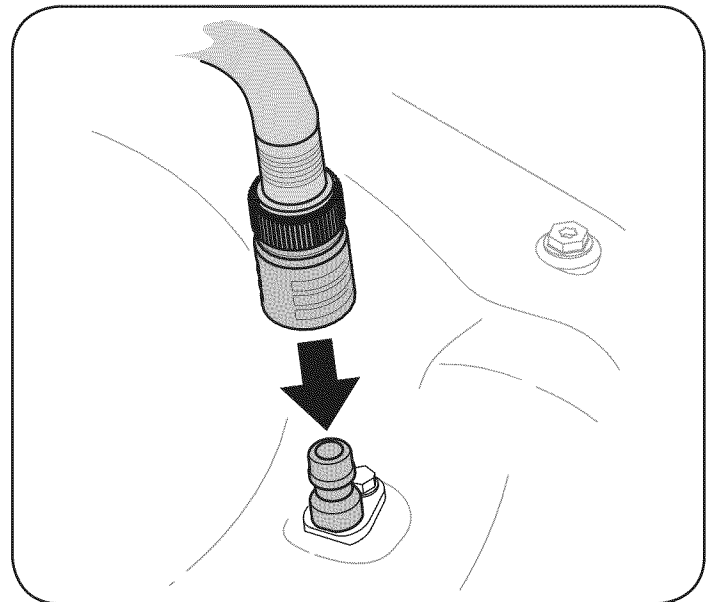

Figura 24
3. Una el acople de la manguera al puerto de agua que se encuentra en la superficie de la plataforma. Vea la Figura 24.